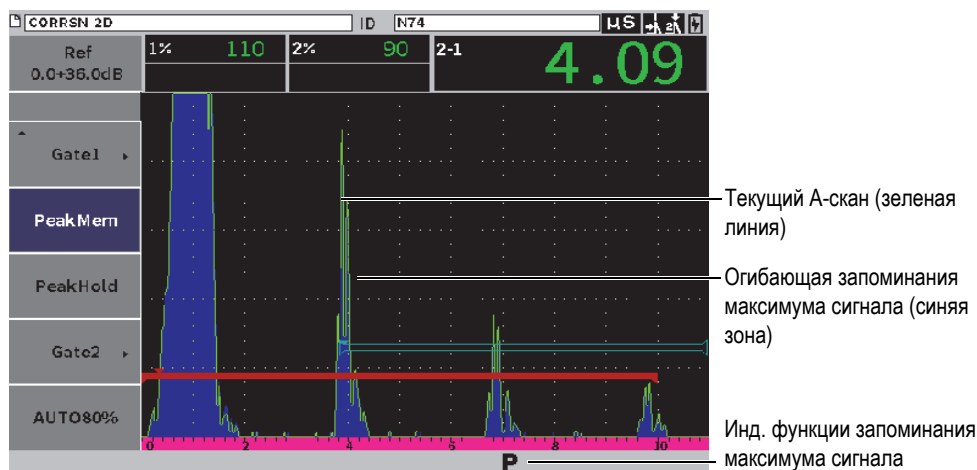

Рис. 7-11 Пример огибающей запоминания максимума сигнала
Функция запоминания максимумов позволяет сохранять в памяти снимок амплитуды каждого А-скана. Экран обновляется при получении сигнала большей амплитуды. При прохождении преобразователя над дефектом, огибающая сигнала (или динамический сигнал) отображается на экране синим цветом (см. Рис. 7-11 на стр 108). Кроме того, текущий А-скан отображается внутри огибающей.
1. После активации строга и отображения бокового меню, поверните ручку регулятора для выбора кнопки **PeakMem** (см. Рис. 7-11 на стр 108).